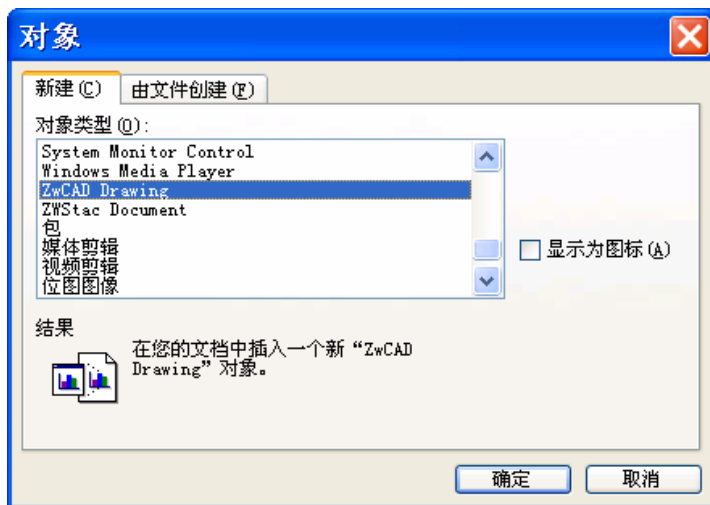

图 12-6 在 WORD 中选择“插入”中望 CAD 图
- 3) 在“对象类型”中选择“ZwCAD Drawing”，如图 12-6 所示，点【确定】按钮，启动中望 CAD。